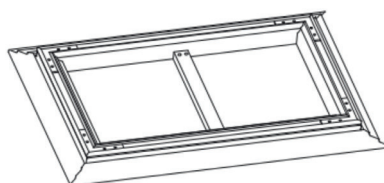

Fig 8.
8. Inserire il puntone di sostegno (L) a metà della lunghezza nel telaio (come da fig. 8) e fissarlo all'elemento di collegamento (I) con le viti (P) in dotazione.